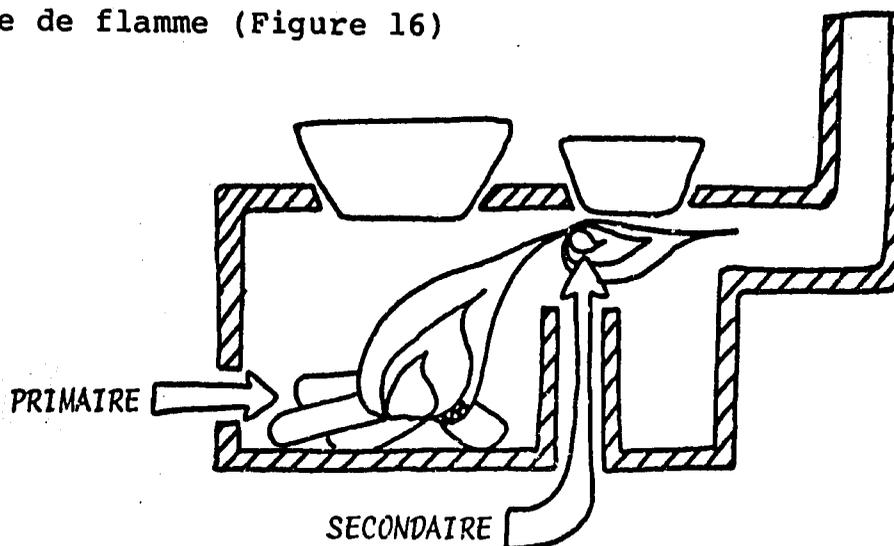

Figure 16
- Apport d'air secondaire au-delà de la zone de flamme (Figure 16)